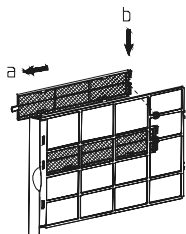

Fig. 21
- Réinstallez les deux cadres des filtres de purification sur le filtre principal (Voir figure 21).